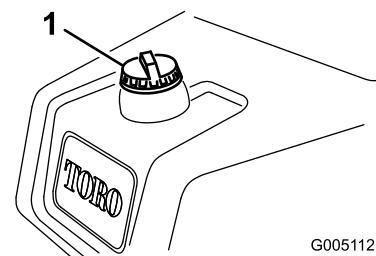

図 30
1. 燃料タンクのキャップの周囲をきれいに拭く (図 30)。